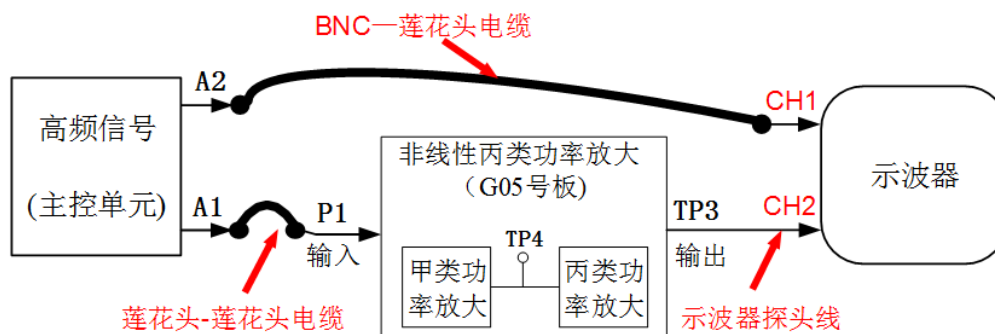

图 3.2.17 丙类功放电路连线框图
G05 模块断电（主控单元可保留电源开启）状态下，按图 3.2.17 进行连线：（注：图中符号表示同轴电缆高频连接线，有两种规格，参见“实验平台简介-电缆线说明”）
(1) 参照图 3.2.17，使用示波器 CH1 测量功放模块输入端信号，使主控-高频信号源的 A1 或 A2 口输出正弦波，参数测试值为幅度：150mV_{pp}、频率：10.7MHz。此时示波器 CH1 通道设置为（1：1）模式。
(2) 然后将示波器 CH3 通道观测前级放大器的输出端 TP4，此时示波器 CH3 通道设置都为（10：1）模式。
(3) PCB 上已预留了三极管的静态工作点测试点，有兴趣的同学可以使用万用表 DCV 功能进行测量。
(4) 测量并记录此时输入信号（P1 或 TP1）的波形及幅度，以及 TP4 处输出信号的波形及幅度，计算前级放大器的放大倍数。